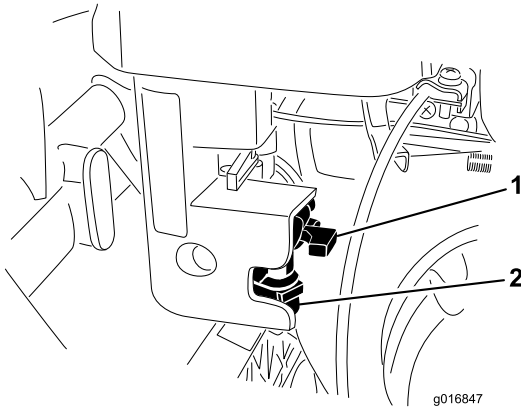

Figure 36
1. Fermez le robinet d'arrivée de carburant et dévissez la cuvette de carburant du corps du filtre (Figure 36).